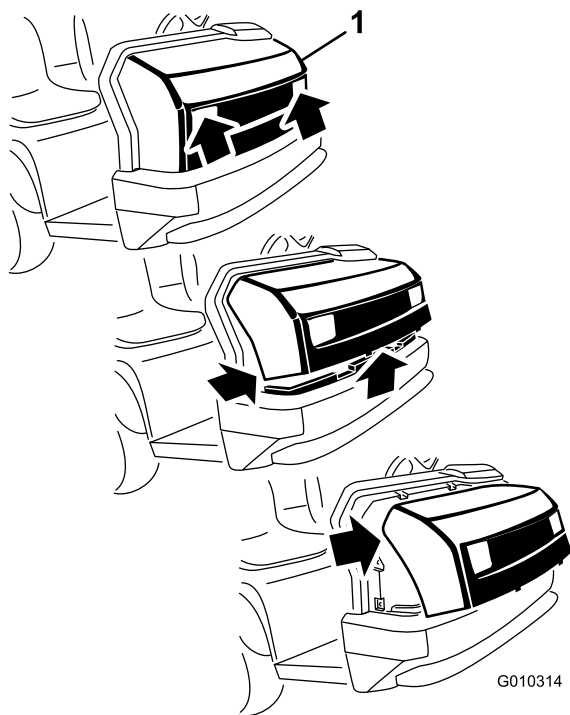

Рисунок 27
1. Взявшись за капот в области проемов фар, поднимите его вверх, чтобы высвободить нижние монтажные лапки из пазов рамы (Рисунок 27).
2. Потяните низ капота на себя и вверх, чтобы высвободить верхние монтажные лапки из пазов рамы (Рисунок 27).
3. Потяните верх капота на себя и отсоедините кабельные разъемы от фар (Рисунок 27).
2. Вставьте верхние монтажные лапки в пазы рамы (Рисунок 27).
3. Вставьте нижние монтажные лапки в пазы рамы (Рисунок 27).